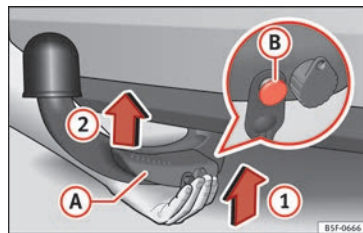

Fig. 229 Colocar bola desmontable / perno de desbloqueo en el estado desplegado
- Sujete la bola desmontable desde abajo » fig. 229 y encájela en el alojamiento del gancho siguiendo el sentido de la flecha ① hasta que se encastre de forma audible » ⚠ »